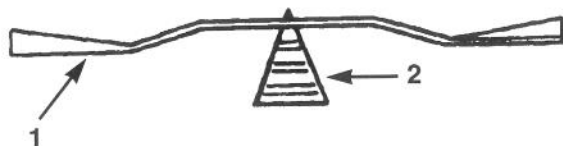

Bild 37
2. Die Auswuchtung des Messerbalkens durch Aufziehen auf ein Messerbalken-Auswuchtwerkzeug kontrollieren (Bild 37). Wenn der Messerbalken in horizontaler Stellung verbleibt, ist er ausgewuchtet und kann benutzt werden. Sollte der Messerbalken eine Unwucht aufweisen, etwas Metall von der Rückseite des Messerbalkens abfeilen. Diesen Vorgang solange wiederholen, bis der Messerbalken ausgewuchtet ist.